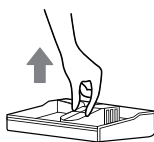

Abbildung 25
2. Spülen Sie die Reinigungswanne mit Wasser aus, lassen Sie sie trocknen, setzen Sie sie dann wieder in das Gehäuse ein und bauen Sie die Ladestation wieder zusammen. [Abbildung 25]